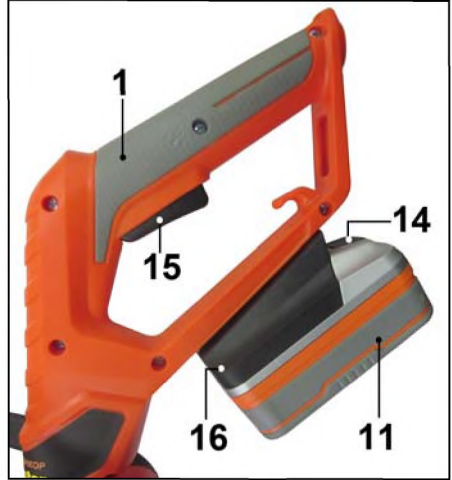

Рис. 4.
7.1. Установка аккумуляторной батареи (Рис.4).
7.2. Включение (Рис.4).